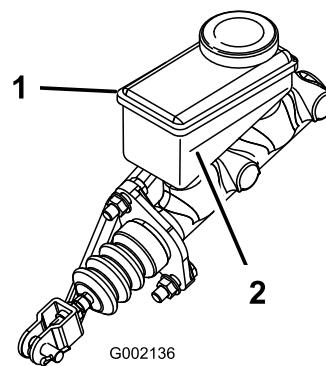

Figura 35
3. Examine a parte lateral do reservatório. O nível deverá encontrar-se acima da linha Mínima (Figura 35). Se o nível de fluido for baixo, limpe a zona em torno da tampa, retire-a, e encha o reservatório um pouco acima da linha Mínima. Não encha demasiado.